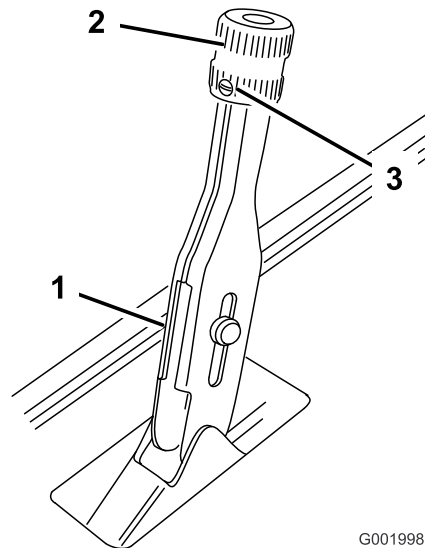

図 62
1. ブレーキ・レバーに調整ノブを固定している固定ネジをゆるめる(図 62)。